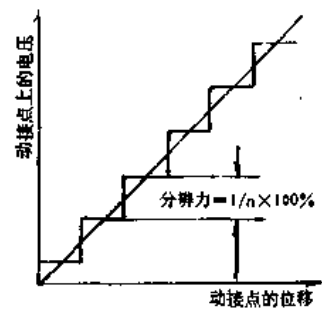

图 1-6
① 标称阻值——标在电位器上的名义总阻值称标称阻值。电位器的标称阻值采用  $E_{12}$  和  $E_6$  系列。允许偏差对于非线绕电阻器有  $\pm 20\%$ 、 $\pm 10\%$  以及  $\pm 5\%$ ,对于线绕电位器有  $\pm 10\%$ 、 $\pm 5\%$ 、 $\pm 2\%$  以及  $\pm 1\%$ 。
② 符合度——符合度或称符合性,是指电位器的实际输出函数特性和所要求的理论函数特性之间的符合程度。显然,这也是电位器的精度。符合度用实际函数特性和理论函数特性之间的最大偏差对外加总电压的百分数表示。
③ 线性度——当电位器的理论函数特性为一条直线时,这时的符合度即为线性度。
④ 分辨力——在线绕电位器中,由于动接点在绕组上的移动具有从前一线匝跳到后一线匝那样的跳动特性,因而其输出电压的变化是带有阶梯性的。为了评定电位器阶梯性所引起的误差,采用分辨力这一概念。对于线性电位器,分辨力用动接点在绕组上每移动一匝所发生的电压(或电阻)变化与外加总电压(或总电阻)的百分比表示。线性电位器分辨力的定义如图 1-6 所示。由图 1-6 可见,分辨力决定了电位器的理论精度(可能有的最高精度),并在